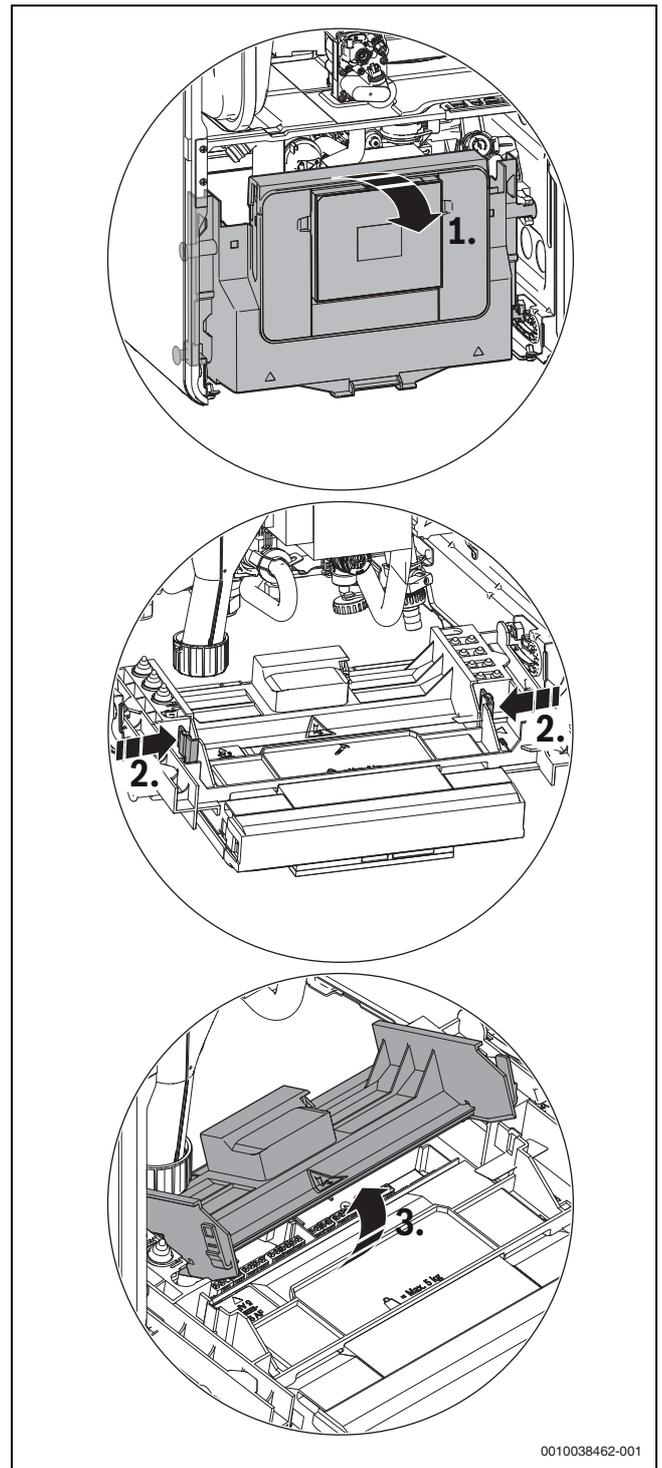

Bild 22 Abdeckung aufklappen
▶ Steuergerät nach unten klappen (→ Bild 22).